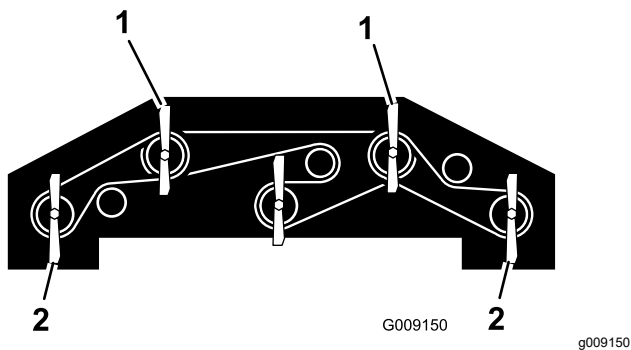

Bild 138
1. Drehen Sie jedes so, dass es geradeaus weist (Bild 138).